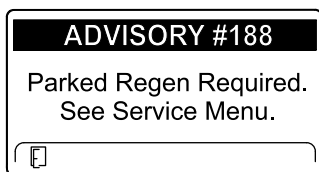

Figura 55
- Parked regeneration required (Es necesaria una regeneración con la máquina aparcada) ADVISORY #188 (Aviso n.º 188) (Figura 55)